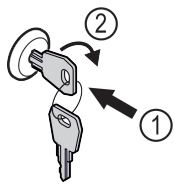

Fig. 82 Ilustrační zobrazení
- ▶ Klíč zasuňte dovnitř Fig. 82 (1).
- ▶ Otáčejte klíčem o 90° ve směru hodinových ručiček Fig. 82 (2).